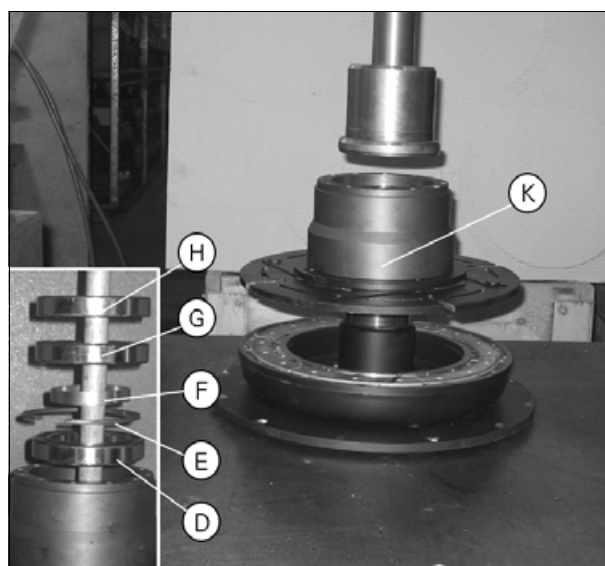

Рис. 22.
- Установите подшипник (D), стопорное кольцо (E), дистанционную втулку (F), подшипник (G) и подшипник (H) в порядке, указанном на рис. 22. Запрессуйте подшипники в корпус при помощи гидравлического пресса.
- Запрессуйте подшипниковый корпус (K) в ступицу муфты при помощи гидравлического пресса.